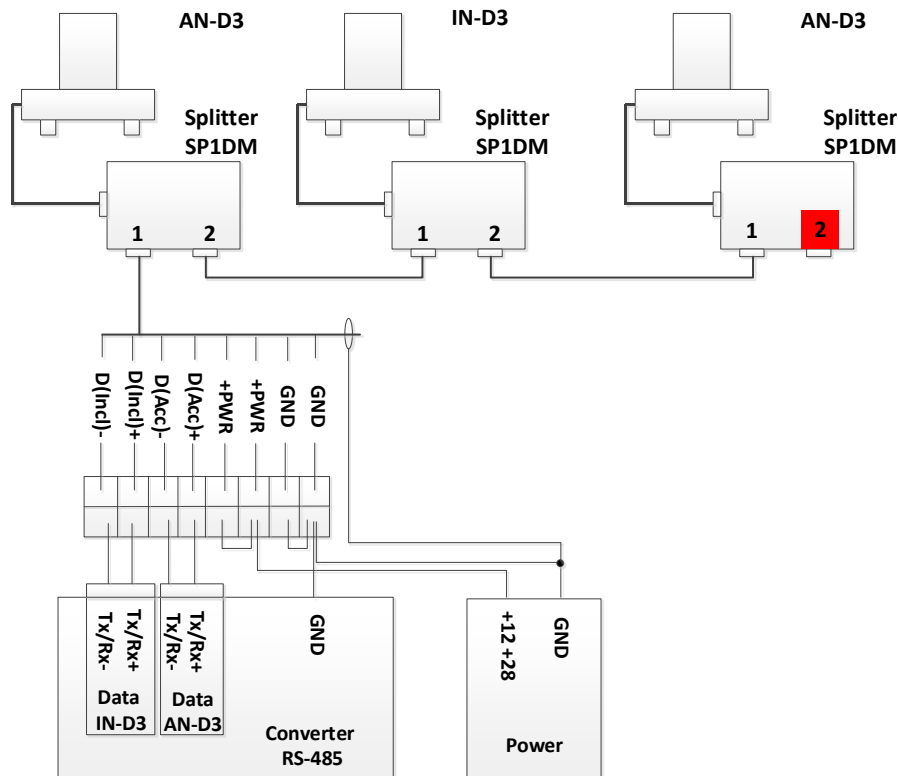

Рисунок 5 – Построение комбинированных измерительных цепей с АН-Д3 и ИН-Д3
3.10 Построение комбинированных измерительных цепей с применением акселерометров-наклономеров АН-ДЗ и инклинометров ИН-ДЗ представлено на рис.5